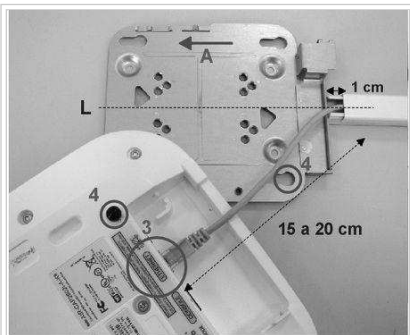

Fig. 4 - Conexión de AP
- Conectar el patch-cord al puerto "Ethernet" del AP (Fig. 4), dejando un mínimo de 15 a 20 cm de cable libre desde el extremo del ducto hasta el AP.
- Colocar el AP en la platina y deslizarlo en el sentido de la flecha (A) cuidando que calce en los puntos (4) indicados en Fig. 4.
- Conectar el AP y finalizar su instalación según se explica en Figs. 4 y 5 de Fijado a cielorraso común.